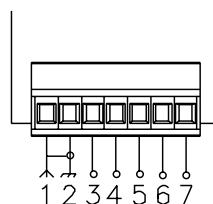

FIG.2
- Estrarre la morsettiere dal circuito ed eseguire i collegamenti rispettando le indicazioni di Fig.2; a questo punto reinserire la morsettiere;